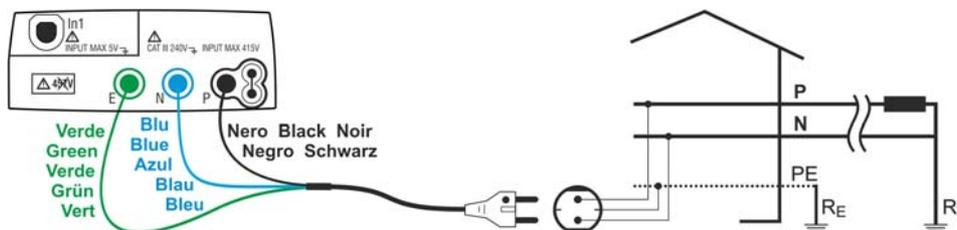
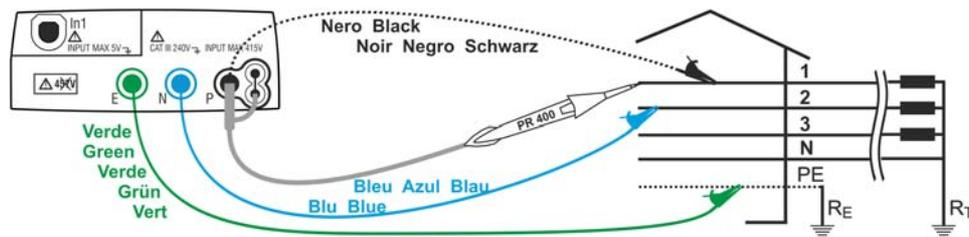

Fig. 15: Misurazione dell'impedenza di linea fase – neutro o dell'impedenza dell'anello di guasto in impianti monofase o bifase 230V tramite spina shuko
Fig. 18: Misurazione dell'impedenza di linea fase – fase in impianti trifase 400V + N + PE tramite cavi singoli e puntale remoto
5. Inserire i connettori verde, blu e nero del cavo shuko a tre terminali nei corrispondenti terminali di ingresso dello strumento E, N, P. In alternativa utilizzare i cavi singoli ed inserire all'estremità dei cavi rimasta libera i corrispondenti coccodrilli. Eventualmente utilizzare il puntale remoto inserendone il connettore multipolare nel terminale di ingresso P. Connettere la spina shuko, i coccodrilli od il puntale remoto alla rete elettrica in accordo alle Fig. 15, Fig. 16, Fig. 17, Fig. 18 e Fig. 19.